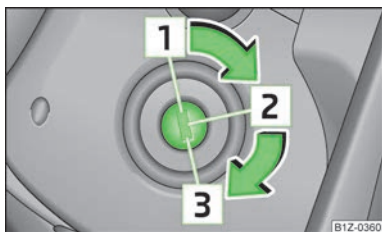

Fig. 94
- În timpul deplasării, la oprirea motorului, cheia trebuie să se găsească întotdeauna în poziția  » fig. 94 la pagina 93 (contact cuplat). Această poziție este semnalizată prin aprinderea de lămpi de control. Dacă acest lucru nu se întâmplă, mecanismul de direcție se poate bloca neintenționat - Pericol de accident!
- Demarorul poate fi acționat (cheia în poziția  » fig. 94 la pagina 93) numai când motorul nu este pornit. Dacă se acționează demarorul când motorul este în funcțiune, se poate deteriora demarorul, respectiv motorul.
Dacă **mechanismul de direcție este blocat** iar cheia nu se poate roti, sau se rotește cu greu în poziția » fig. 94, atunci volanul trebuie rotit puțin încolo și înapoi - astfel se deblochează mecanismul de direcție.
- ▶ Apăsăți pedala de ambreiaj până în podea, cuplați contactul » fig. 94 la pagina 93 și porniți - nu accelerați. Mențineți complet apăsată pedala de ambreiaj până când pornește motorul.
Oprțiți motorul prin rotirea cheii de contact în poziția » fig. 94 la pagina 93.